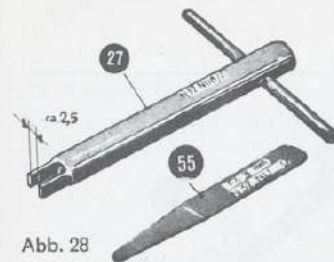

Abb. 28
zu 1. Das Zahnstangenritzel (51) sitzt noch lose auf der Greifertreiberachse (52). Jetzt prüfe man die Grösse des Fadendurchganges, das ist das Spiel zwischen Greifer (54) und Greifertreiber (53). Es soll 0,3 mm betragen. Man prüft mit einer Blechlehre (55) (Abb. 28). Ist der Abstand zu gross, bzw. zu klein, so richtet man den unteren Schenkel des Greifertreibers (53) mit Hilfe eines Richtschlüssels (27) (Abb. 28) etwas nach innen, bzw. nach aussen, bis die Lehre (55) zwischen Treiber (53) und Greifer (54) passt. Nunmehr verdreht man den Greifertreiber (53) mit Hilfe des Richtschlüssels (27) so lange, bis beim Linkseinstich die Greiferspitze noch 2 mm von der Nadel entfernt